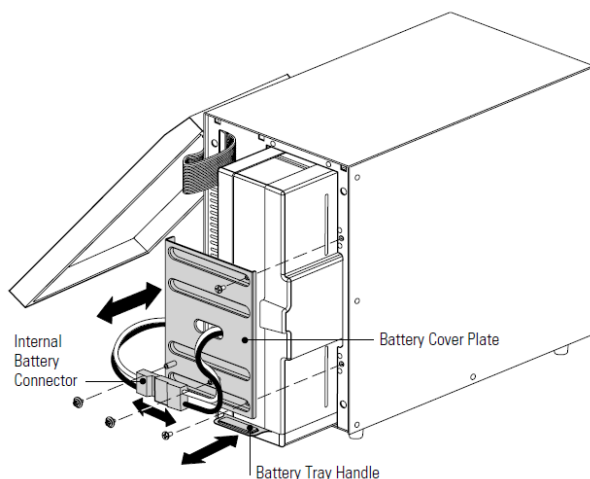

Figura 15: Sostituzione delle batterie interne dell'UPS
2. Svitare entrambe le viti con le quali è fissato il collegamento a innesto e metterle da parte. Separare il collegamento a innesto della batteria interna (vedi Figura 15).
3. Svitare entrambe le viti con le quali è fissata la copertura delle batterie e metterle da parte. Afferrare la copertura delle batterie da un bordo e tirarla con cautela in avanti. La copertura delle batterie può ora essere rimossa e messa da parte (vedi Figura 15).